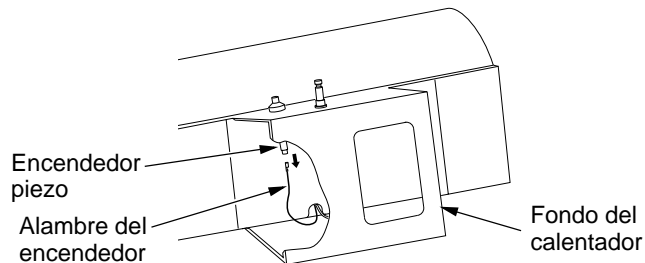

Figura 13 - Extracción del cable del ignitor del ignitor piezo
2. Extraiga el cable negro del ignitor del ignitor piezo. Acceda al cable del ignitor a través del fondo de la base del calentador (consulte la figura 13). Presione el cable hacia arriba a través de la muesca en el panel de relleno.